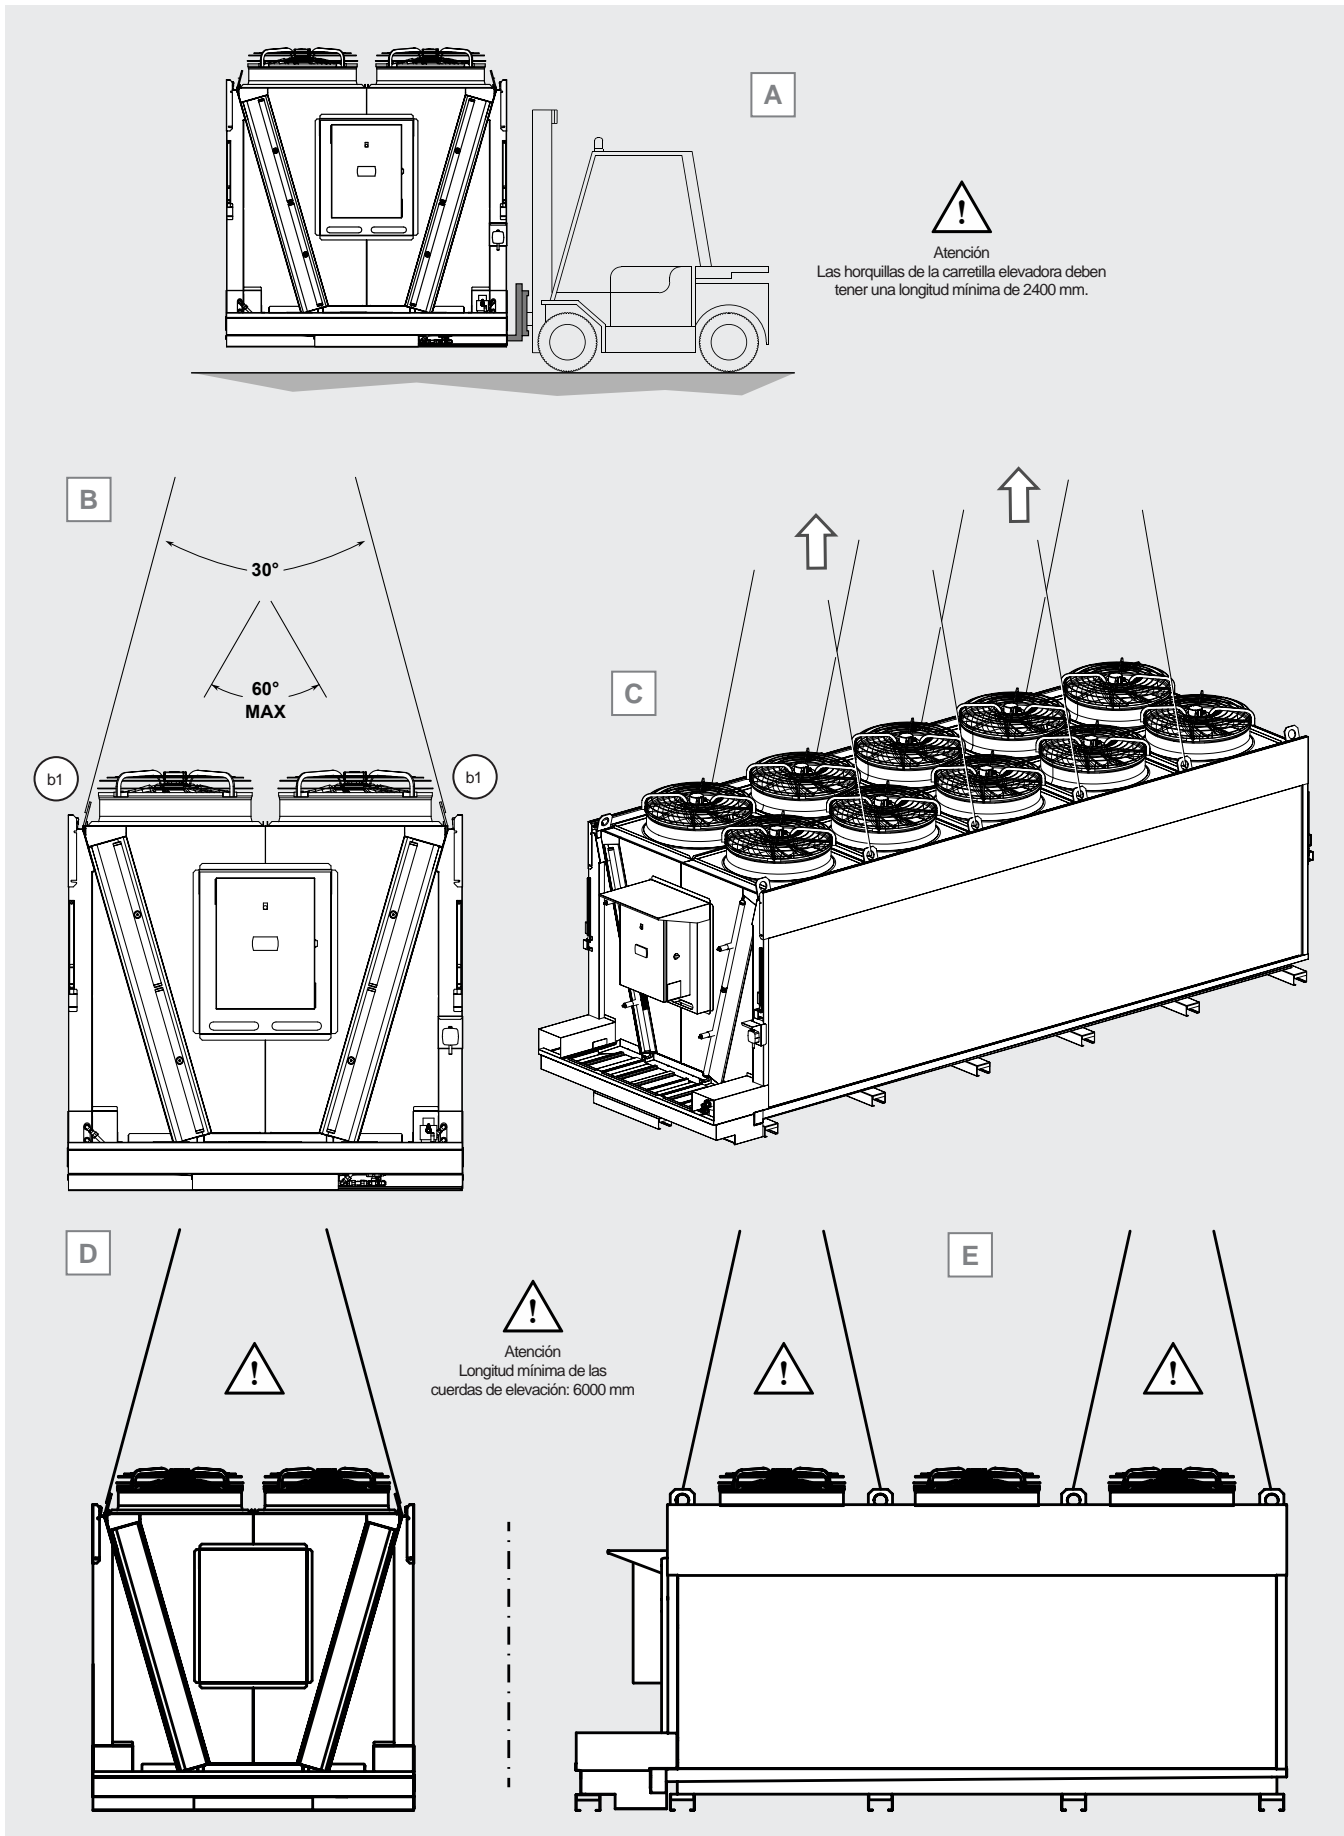

Figura 6
5.7 Para la carga y descarga desde el medio de transporte con una carretilla elevadora, los soportes de elevación deben tener una longitud superior o al menos igual a 2400 mm. Véase la Figura 6 A.
5.8 Para la carga y descarga desde el medio de transporte mediante grúa o puente grúa, se debe enganchar la grúa o el puente grúa a los puntos de elevación según la Tabla 3. Véase la Figura 6 B. Cabe señalar que, para facilitar únicamente las operaciones de carga y descarga desde el medio de transporte, también es posible utilizar solo 4 puntos de elevación.
5.10.1 Enganchar la grúa o el puente grúa a los puntos de elevación (b1), véase la Figura 6 B. Utilizar todos los puntos de elevación. Para los modelos con 5 motores por fila, se acepta el uso de 4 puntos de elevación por lado (puntos de elevación centrales).
5.10.2 levante el modelo y colóquelo en su ubicación definitiva. Ver Figura 6 C.
Para la carga y descarga del modelo desde el medio de transporte, así como para su manipulación, deben utilizarse cuerdas de elevación y travesaños de izaje. Es posible utilizar travesaños tanto en sentido longitudinal como transversal; véanse las Figura 6 D y E.